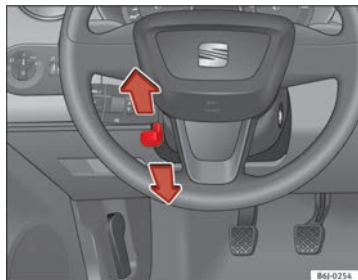

Fig. 97 Regolazione in altezza del volante
- Abbassare la leva ⇒ fig. 97 che si trova sotto il piantone dello sterzo ⇒ .
- Posizionare il volante nel modo desiderato ⇒ fig. 97.
- Regolare il sedile del conducente o la posizione del volante in modo tale che la distanza tra il volante stesso e lo sterno del conducente sia di almeno 25 cm ⇒ fig. 97. Se la distanza minima non viene rispettata, l'efficacia del sistema degli airbag si riduce, con gravi rischi per l'incolumità delle persone (non escluso quello di morte).